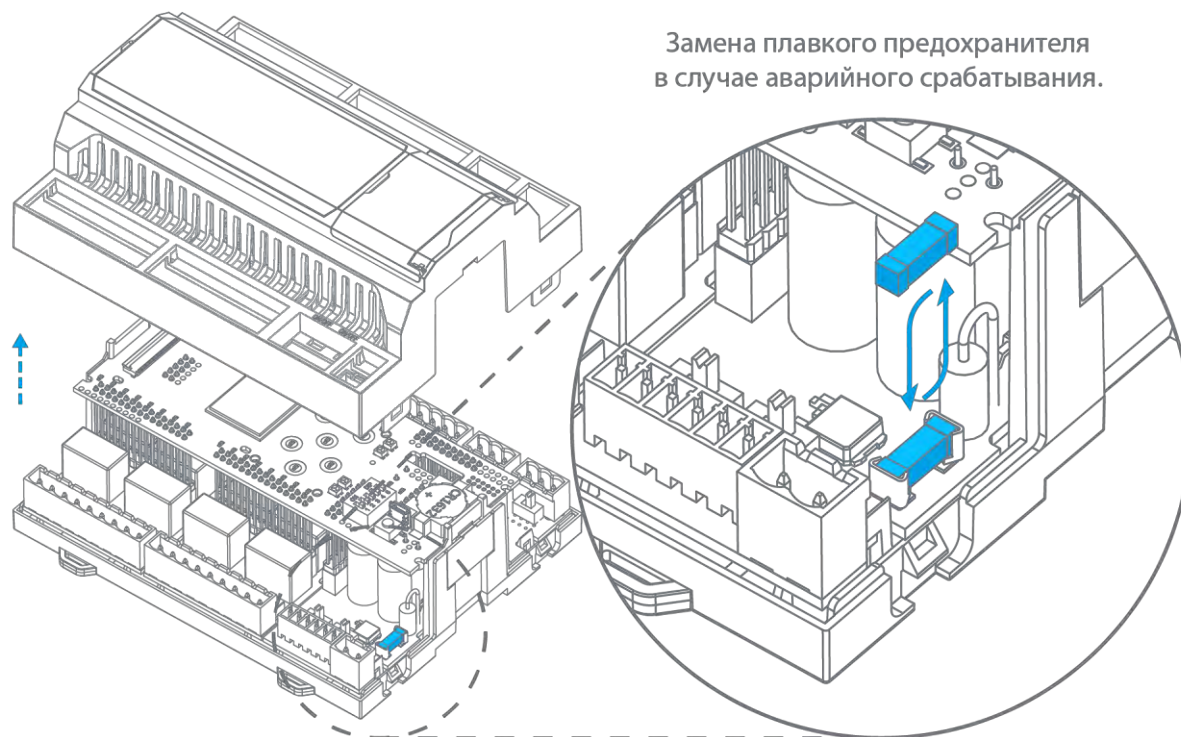

Рис. 69 – Замена предохранителя
- извлеките предохранитель из держателя и установите новый предохранитель как показано на Рис. 69;